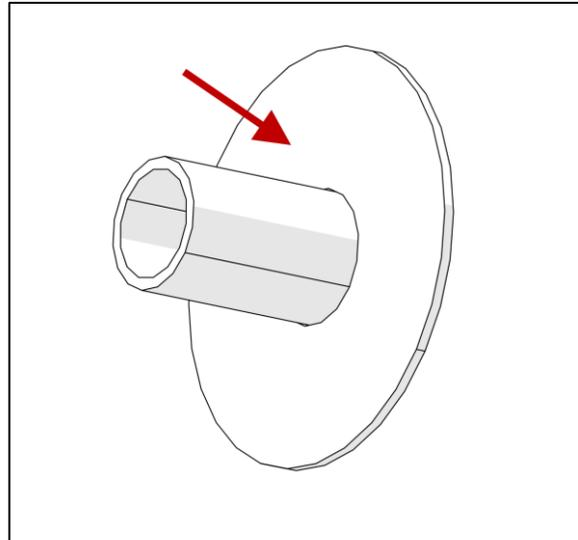

FIGURE 17
22. Sur l'assemblage de la bride, rendre la surface de montage rugueuse en utilisant du papier abrasif, du Scotch Brite ou une miniponceuse pour améliorer l'adhérence de la colle (Figure 17). La surface de montage est du côté où le tube est le plus long.